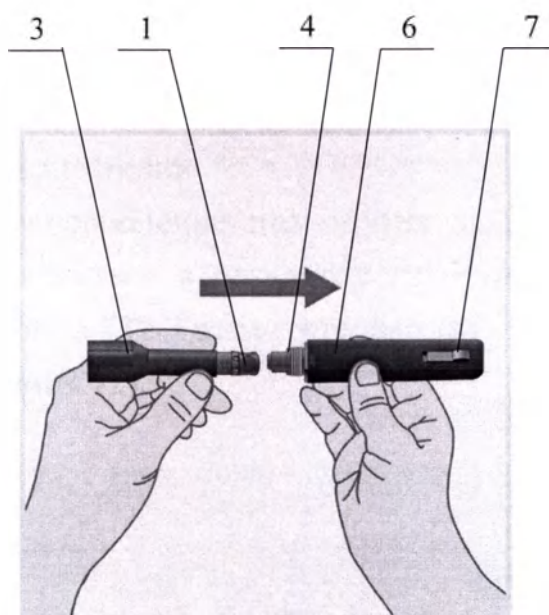

Рисунок 9 – Начало взвода
Держа держатель шприца (3) в сборе левой рукой вставьте его в корпус (6), который держите правой рукой, при этом избегая нажатия пальцами кнопки запуска инъекции (7) (рисунок 9). Вставляя держатель шприца (3) в сборе, расположите приспособление для снятия защитного колпачка с иглы (1) строго по центру поршня автоматического устройства для инъекции (4).